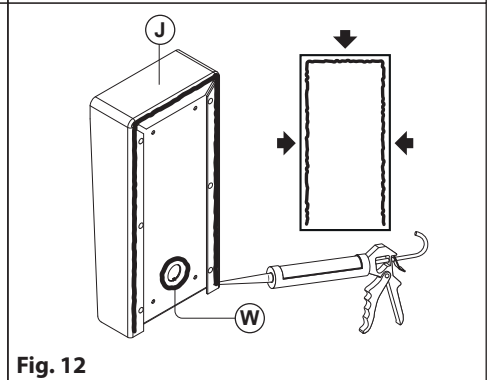

Fig. 12
**⚠ Per prevenire infiltrazioni d'acqua nel caso in cui la superficie del muro non sia perfettamente piana, si consiglia vivamente di apporre del silicone sul lato destro, sinistro e superiore del retro della scatola di protezione **(J)** (**Fig. 12**) e intorno ai fori preformati **(W)** (**Fig. 12**).**
**⚠ Pour prévenir les infiltrations d'eau, si la surface du mur n'est pas parfaitement plane, il est vivement conseillé de mettre du silicone sur le côté droit, gauche et supérieur à l'arrière du boîtier de protection **(J)** (Fig. 12) et autour des trous préformés **(W)** (Fig. 12).**